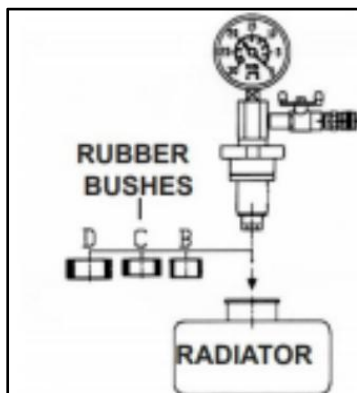

FIG.1
3. 2 À l'aide d'une douille appropriée (fig. 1), insérez l'élément dans le goulot de remplissage du radiateur (ou du réservoir collecteur, le cas échéant).